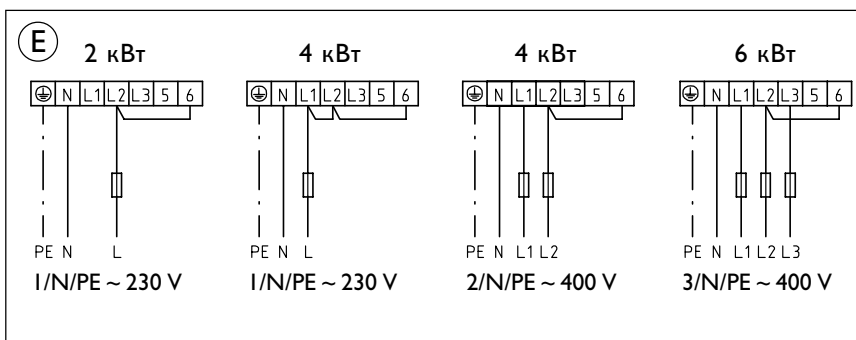

рис. 15
**E.** Подключение без возможности использования режима быстрого подогрева, рис. 15.